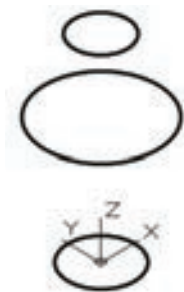

图 9-63 存在的横截面
1) 打开随书光盘“CH9”文件夹中的“BD_放样.dwg”文件。在该文件中存在着 3 个横截面，如图 9-63 所示。